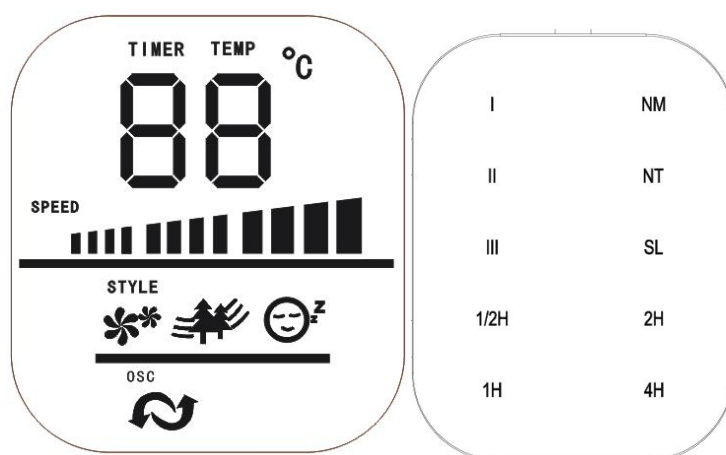

FIGURE 4 (TF3601TR-L)
3. VITESSE: Vous pouvez régler la vitesse du ventilateur au niveau souhaité: bas, moyen ou élevé en appuyant sur «SPEED» Le réglage de la vitesse est affiché sur l'écran (illustré à la FIGURE 4).